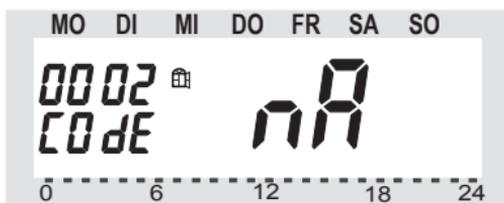

Bild 5
- Halten Sie die Taste „**FUNKTION**“ so lange gedrückt, bis im Display „**Code**“ angezeigt wird, siehe Bild 5: